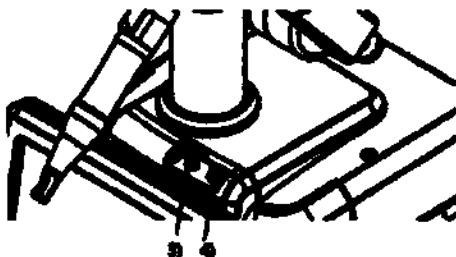

Рисунок 26 – Схема установки, где:
3) Вертикально соедините разъем кабеля насадки с разъемом на основном блоке в направлении стрелки (рисунок 26).
4) Соедините воздушный шланг манипулятора с воздушным ниппелем на основном блоке (рисунок 26).